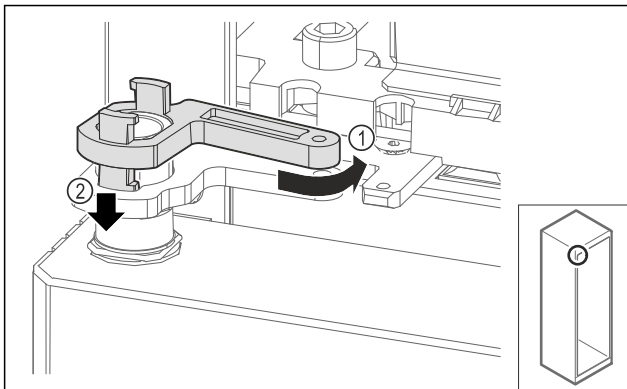

Fig. 67
- ▶ Kissé fordítsa vissza a csapágybak zárját Fig. 67 (1), nyomja lefelé Fig. 67 (2) és rögzítse a zsanérban.